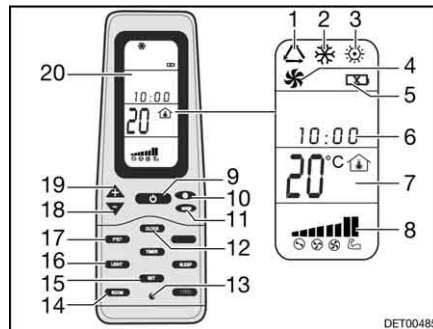

Bild 111 Fjärrstyrning
- Tryck på knappen ON/OFF (Bild 111,9).
- Tryck så många gånger på knappen "Mode" (Bild 111,11) tills önskad driftstyp (Bild 111,1, 2, 3 eller 4) visas på displayen (Bild 111,20).
- Ställ in önskad temperatur med knapparna "+" (Bild 111,19) och "-" (Bild 111,18).
- Med knappen Fläktvarvtal (Bild 111,10) väljs önskad fläktkapacitet.